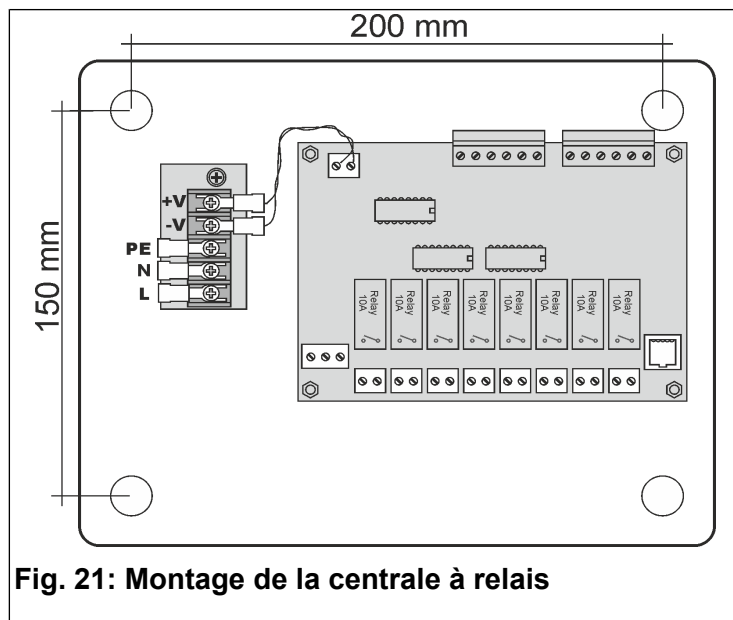

Fig. 21: Montage de la centrale à relais
Pour le montage de la centrale à relais (Fig. 21):
- Montez la centrale à relais en utilisant les 4 trous présents dans le fond (Fig. 21).
Reliez le conducteur de mise à la terre à la cosse à fourche fournie, comme indiqué sur la Fig. 21, adaptée aux câbles d'une section de 0,5–1,5 mm².